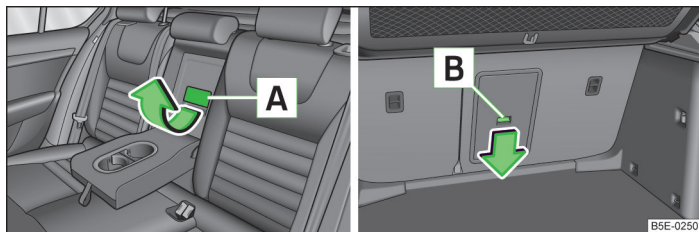

Fig. 77 Scaunele din spate: Mâner / Portbagajul: Tasta de deblocare
- Trageți mânerul [A] » fig. 77 în sensul săgeții și rabatați în jos capacul.
- Împingeți tasta de deblocare [B] » fig. 77 în sensul săgeții și rabatați capacul împreună cu cotiera în față.
Aveți grijă ca după închidere să fie întotdeauna bine fixate cotierele. Acest lucru îl recunoașteți după zona roșie de deasupra tastei de deblocare [B] » fig. 77, care nu se poate vedea din portbagaj.